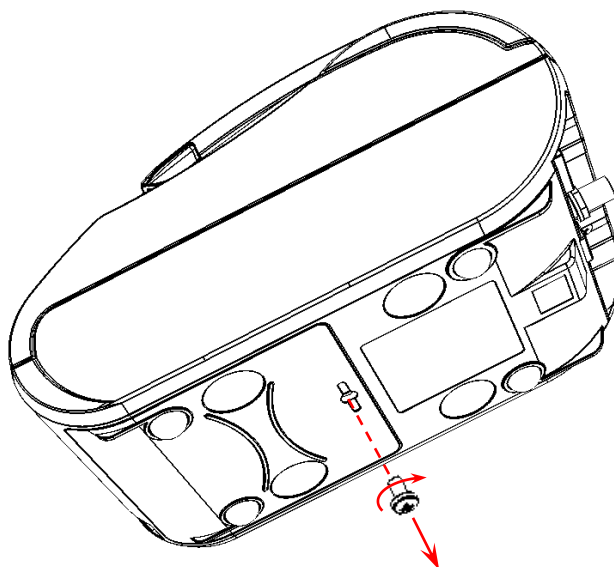

Рисунок 7. Открутить винт крепления крышки к нижней части корпуса
14. Закрыть отсек крышкой и зафиксировать крышку винтом (см. рисунок 7).